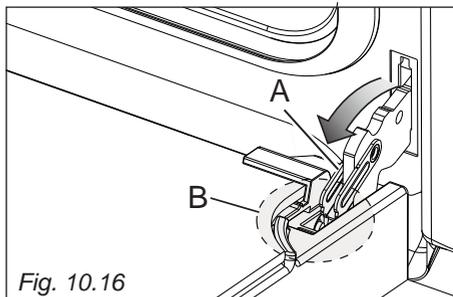
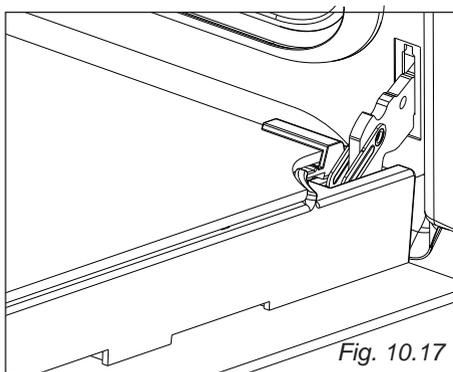

Fig. 10.16
Fig. 10.17
- Aprire completamente la leva "A" delle cerniere destra e sinistra (fig. 10.16).
- Socchiudere dolcemente la porta (fig. 10.17) fino a quando le leve "A" delle cerniere destra e sinistra si agganciano alla parte "B" della porta (fig. 10.16).